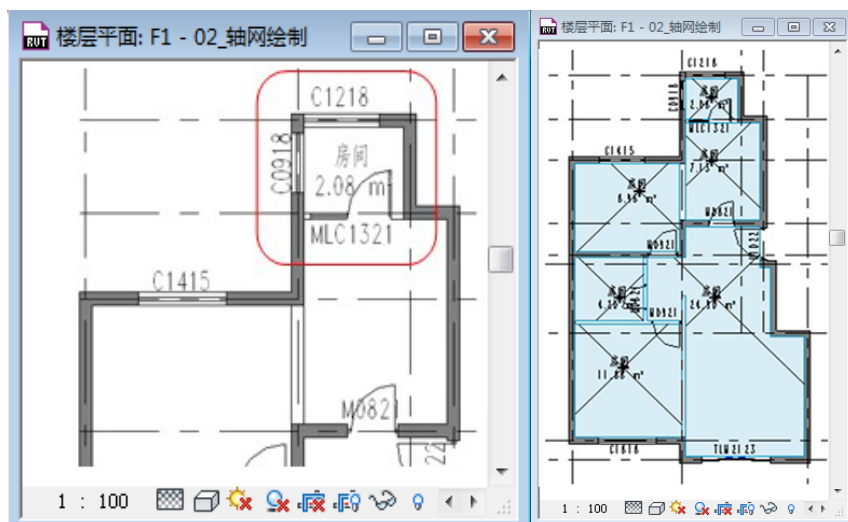

图 2-25
- 2) 确认打开项目浏览器中“楼层平面”>“F1”视图, 单击“常用”选项卡>“房间和面积”面板>“房间”工具, 光标移动到绘图区域最上方的闭合房间单击, 放置房间及房间标记 (如图 2-25 所示)。同样的方法光标依次在闭合房间内打击为所有房间添加房间和房间标记。